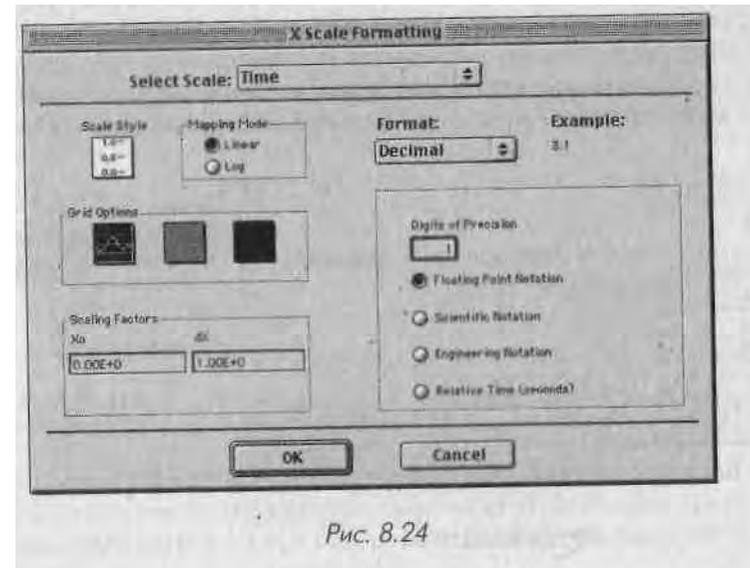

Рис. 8.24
Опция **Задание формата (Formatting)** выводит диалоговое окно, показанное на рис. 8.24, которое позволяет настроить следующие параметры:
- опция **Выбор шкалы (Select Scale)** - выпадающее меню, позволяющее выбрать шкалу, которую вы изменяете, по имени. На рис. 8.24 можно видеть, что шкала X названа «Time»;